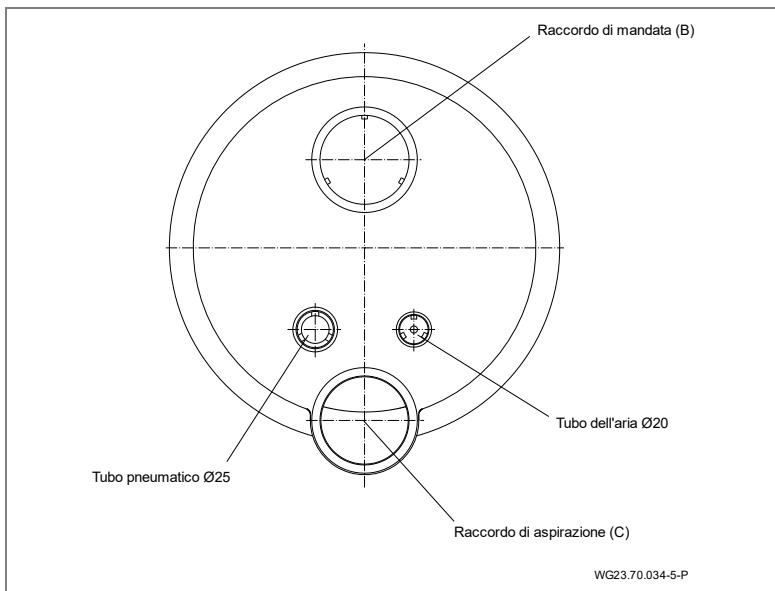
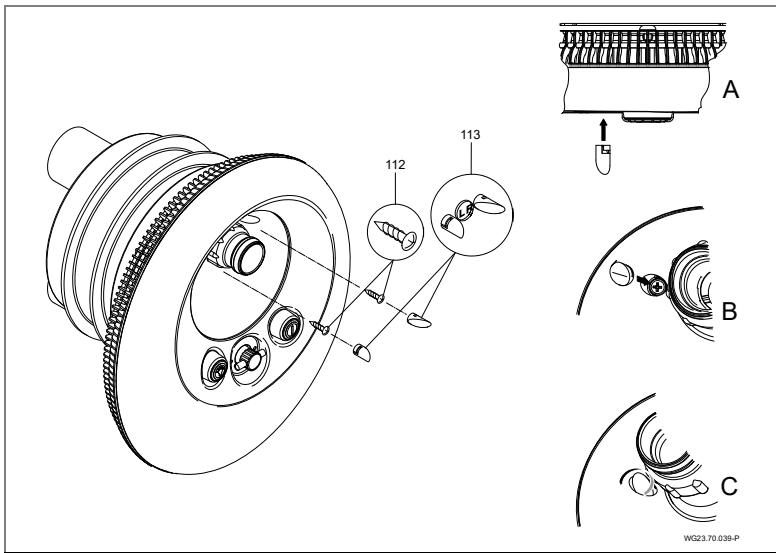

Fig. 16
Fig. 21
1. Incollaggio della guaina di protezione cavi e del tubo flessibile convogliatore dell'aria. (Fig. 16)
10. Fissare i tappi decorativi nella copertura della luce (110), come illustrata il fig. 16 A-C. Utilizzare i tappi decorativi corretti per la parte sinistra (L) e destra (R). (Fig. 21)
1. Staccare il passacavo filettato (20).
4. Togliere la copertura (113). Vedere "Fig. 21" a pagina 35.
5. Svitare le viti (112) e rimuovere la copertura della luce (110).
6. Svitare le viti (49) e rimuovere la copertura di acciaio inox (93).
7. Svitare le viti (95) e rimuovere il corpo di aspirazione (107).
8. Svitare le viti (52), togliere l'anello elastico (28) e la guarnizione ad anello elastico (27).